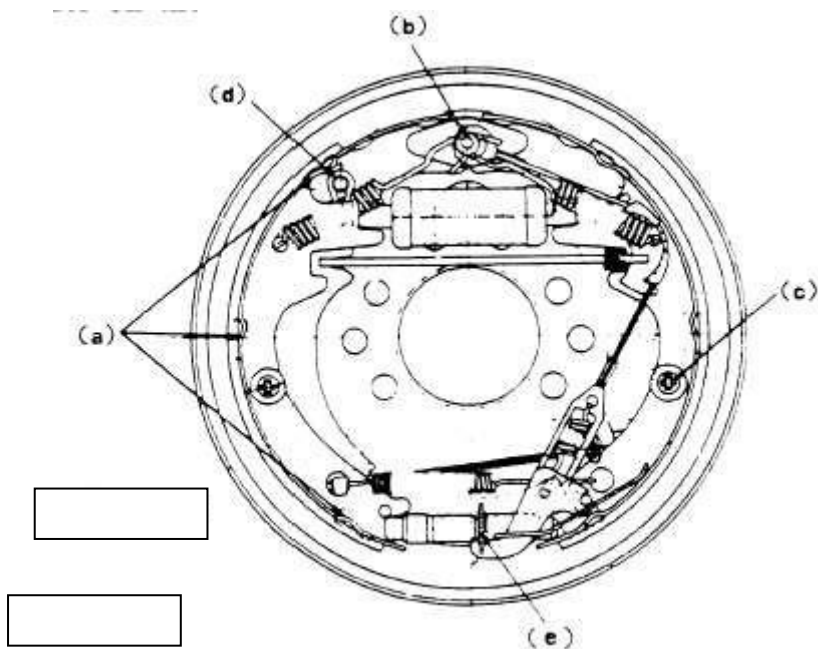

Рис. 9-27
(4) Нанести смазочное масло в точках а, б, с, d и е, указанные на Рис. 9-27.